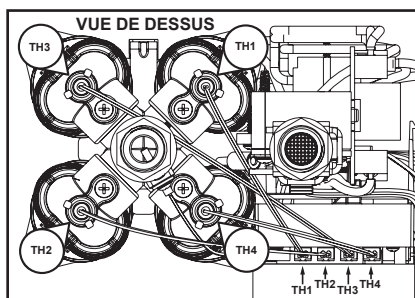

Figure 29 - Configuration des câbles de thermistance.
**4** Débrancher tous les connecteurs de capteurs et de triacs de la carte de commande. À l'aide d'un serre-câble ou toute autre méthode, attacher les câbles à l'écart de la carte de commande et des chambres pour écarter les risques de dommages. Voir Figure 29. **AVIS :** Sur les modèles à deux ou quatre chambres, à l'aide de ruban de masquage, étiqueter les câbles des thermistances de chambre et les connecteurs correspondants de la carte de commande.